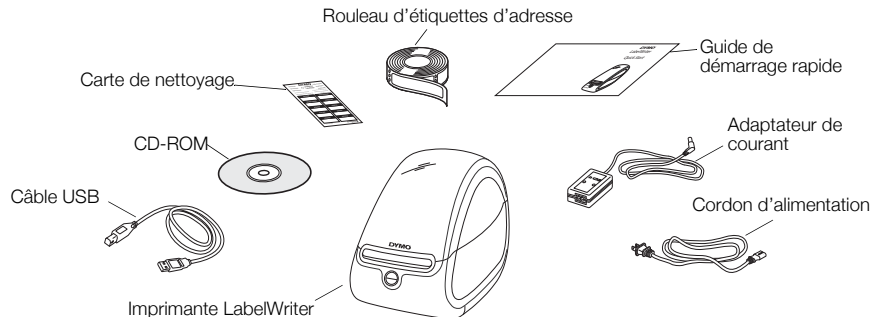

Figure 1
- 2 Assurez-vous d'avoir tous les éléments de la Figure 1. (Les types d'étiquettes fournis peuvent varier).